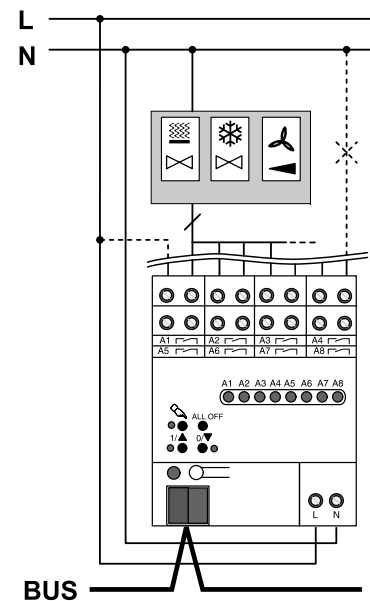

Bild 3: Lastanschluss für 1 Fan-Coil-Ausgang
- Ein Fan-Coil-Ausgang mit bis zu sechs Lüfterstufen: Anschlussbeispiel in Bild 3. Informationen zur Belegung der Ausgänge in Tabelle 2, Bild 4 und Bild 5.